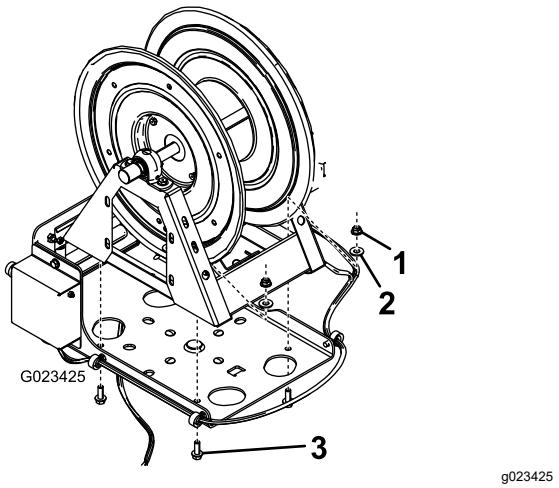

図 7
7. ホースリールをスイベルプレートに取り付ける短いボルト3/8 インチ4本と、小さいワッシャ4枚、フランジナット3/8 インチ4個で図 7 のように取り付ける。